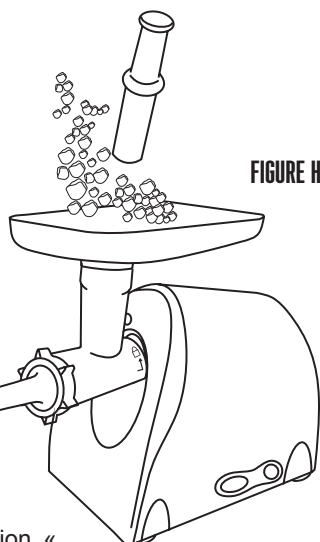

FIGURE 11
5. Déplacer entre 10 à 15 cm de l'enveloppe de l'extrémité de l'**entonnoir de bourrage** et faire un nœud à l'extrémité de l'enveloppe. Avec une enveloppe plus fibreuse à grand diamètre, tenir l'extrémité fermée de l'enveloppe bien serrée contre l'extrémité de l'**entonnoir de bourrage** (Figure 11).